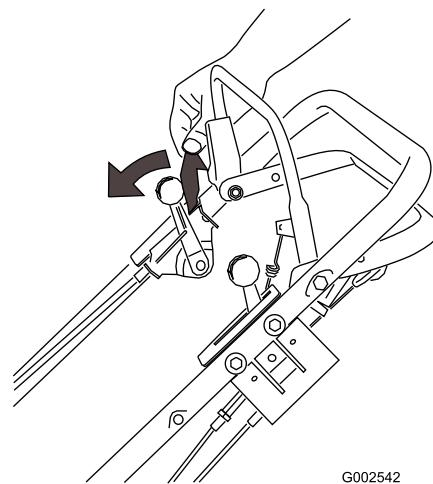

Bild 12
1. Drücken Sie den Schaltbügel nach vorne (Bild 12).